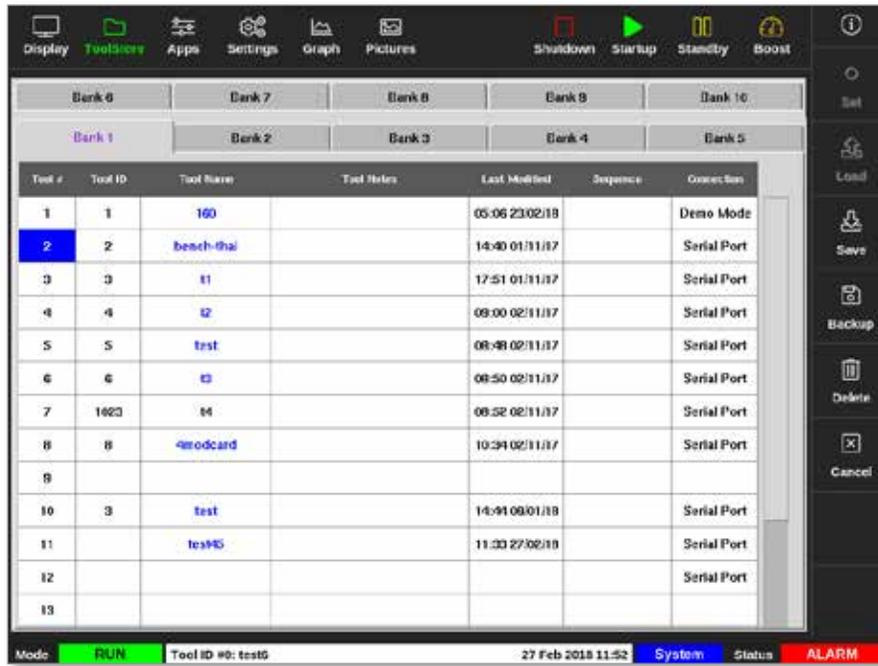

Figura 6-12 Elija la herramienta a la que se va a cambiar el nombre
2. Elija la herramienta a la que debe cambiar el nombre Consulte la Figura 6-12.